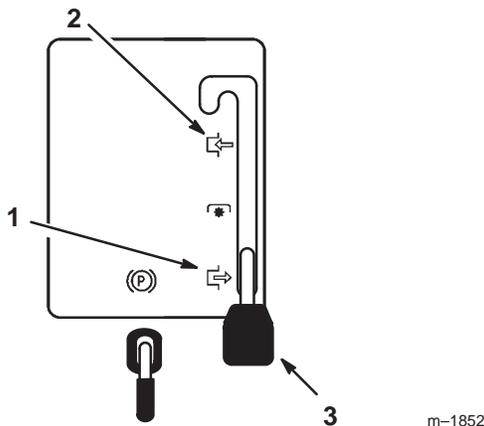

Figure 5
2. Mettez la commande de lame (PdF) en position embrayée (Fig. 5).
2. Mettez la commande des lames (PdF) en position débrayée (Fig. 5).